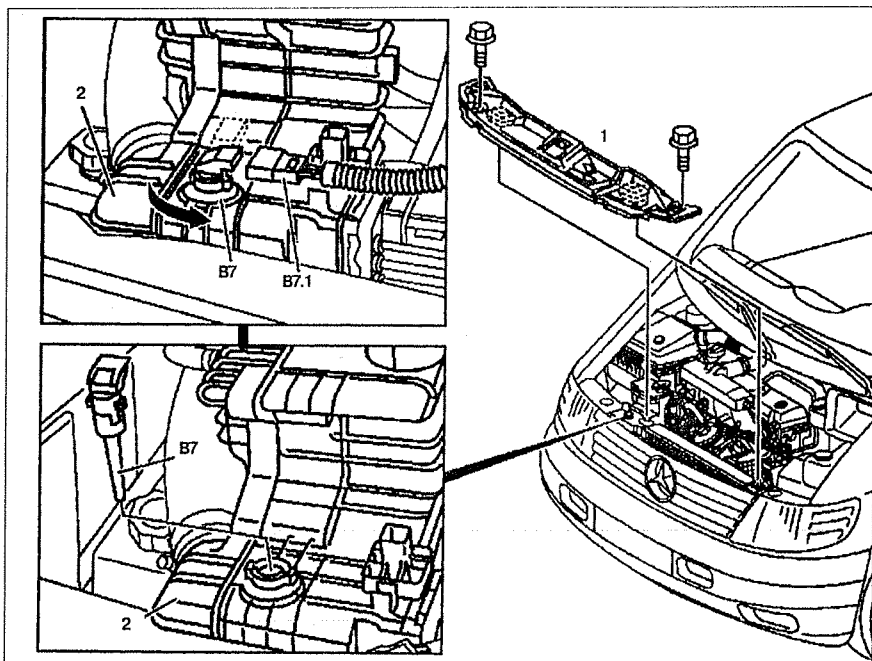

Рис. 4.38. Датчик уровня охлаждающей жидкости:
3. Снимите верхнюю поперечную балку 1 (см.рис.4.38).